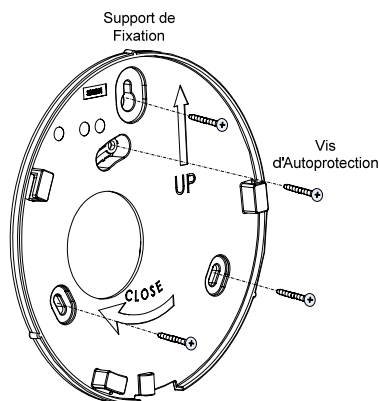

Fig. 2
3. Placer le support de fixation contre le mur (flèche vers le haut) et marquer les trous de fixation (Fig. 2). Percer les trous de fixation et mettre des chevilles (si nécessaire).